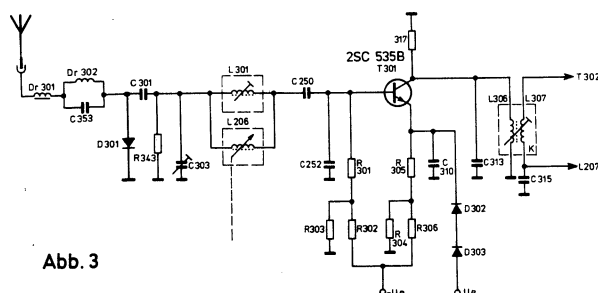

Abb. 3
**AM-Vorstufe bei KW-Empfang (Abb. 3):**